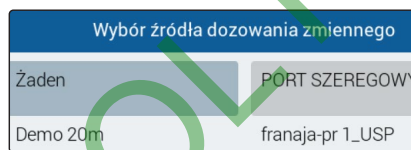

Fig. 239
- Wybrać mapę wśród tych proponowanych w spisie (Fig. 239).